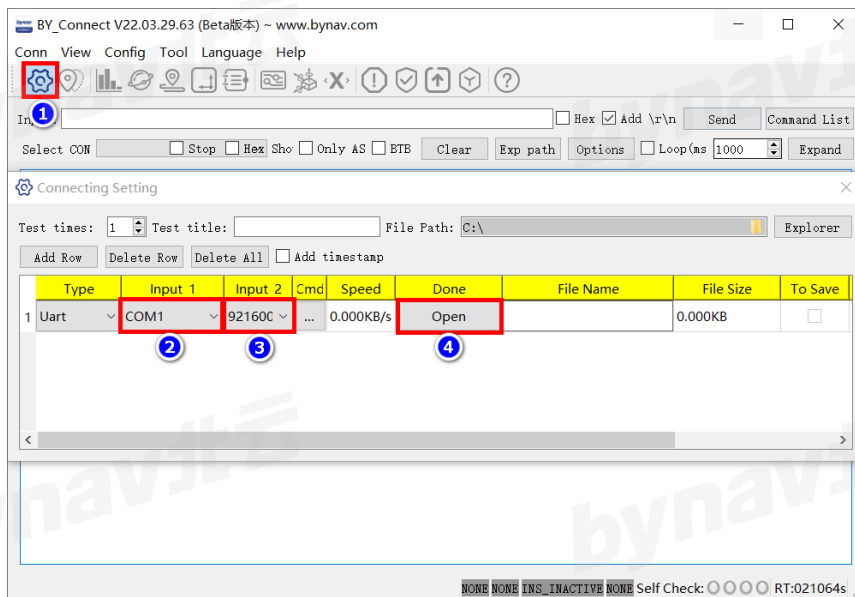

图 5-1 串口连接步骤
- 2) 打开 BY\_Connect 软件, 点击设置按钮, 选择 M22 的 COM3 在 BY\_Connect 中对应的串口号, 将波特率选为 115200, 点击“Open”无错误提示弹窗则表示成功打开串口, 如图 5-1 所示;